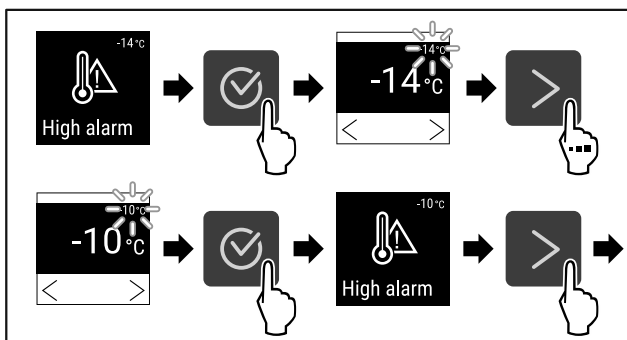

Fig. 99
- ▶ Stappen (zie Fig. 99) uitvoeren.